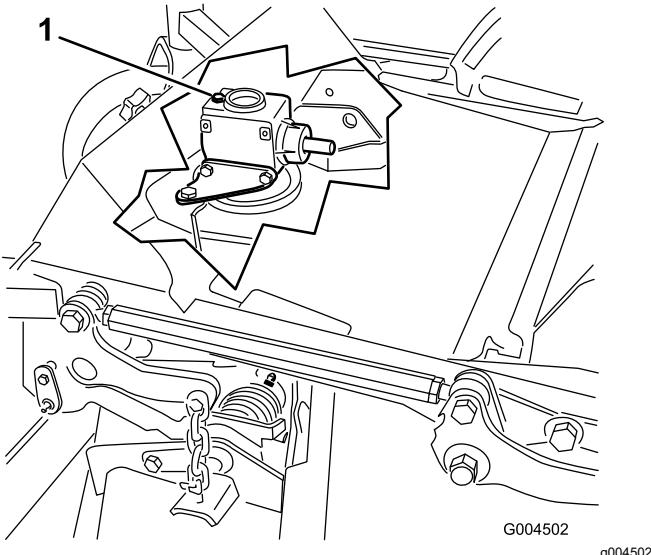

Figure 29
6. Retirez le bouchon de remplissage-jauge au sommet du boîtier d'engrenages et vérifiez que le niveau de lubrifiant se situe entre les repères sur la jauge (Figure 29).
6. Retirez le bouchon de remplissage-jauge au sommet du boîtier d'engrenages (Figure 29).